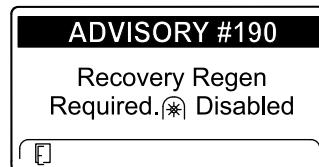

Рисунок 53
- Требуется восстановительная регенерация — механизм отбора мощности выключен, ИНФОРМАЦИОННОЕ СООБЩЕНИЕ № 190 (Рисунок 53)